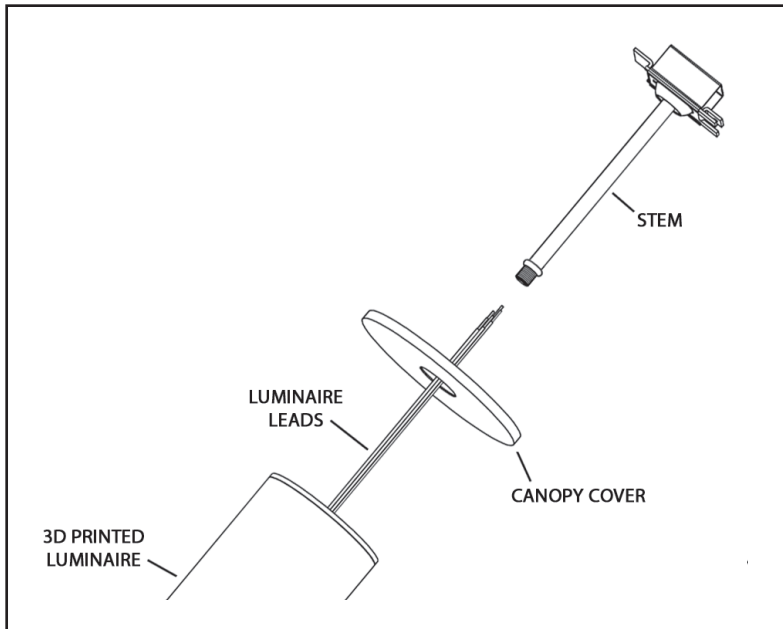

Figura 7
10. Pase los **cables de la luminaria** por la **cubierta de resguardo** y, a continuación, por el conjunto de la **varilla** de la anterior sección Preparación (Figura 7).